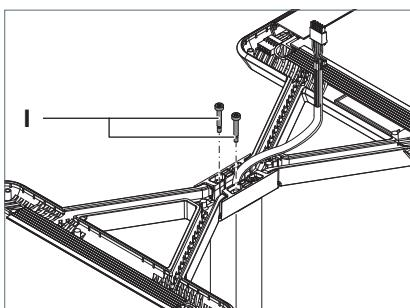

Fig. 9: Leuchtenkopf 2 fixieren.
- ▶ Ziehen Sie die beiden Stellschrauben **I** an, bis die Schraubenköpfe bündig mit dem Adapter abschließen, siehe Fig. 9.